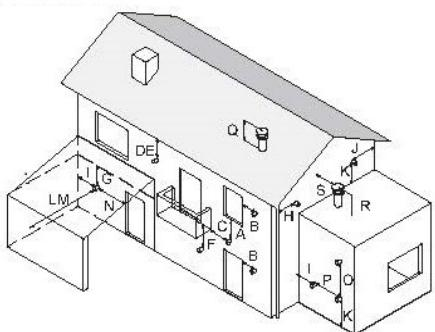

Рисунок 5.9
- уставливать с соблюдением минимальных расстояний Рисунок 5.9 и действующего национального и местного законодательства.